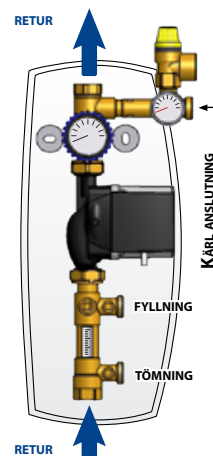

Fig. 2
8. Utför anslutningen som visas i fig.2. Efter att ha genomfört alla anslutningarna, kontrollera eventuella läckage från anläggningen, trycktest.